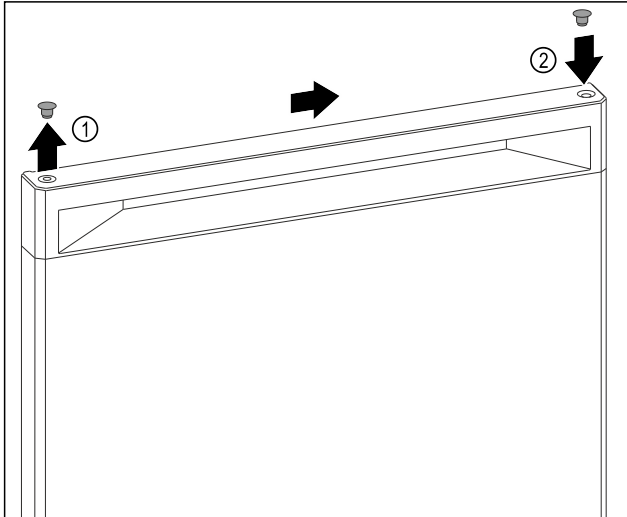

Fig. 9
- ▶ Nosta oven yläosan peitetulpat Fig. 9 (1) varovaisesti uraruuvimeisselillä.
- ▶ Aseta peitetulpat vastapäiselle puolelle. Fig. 9 (2)